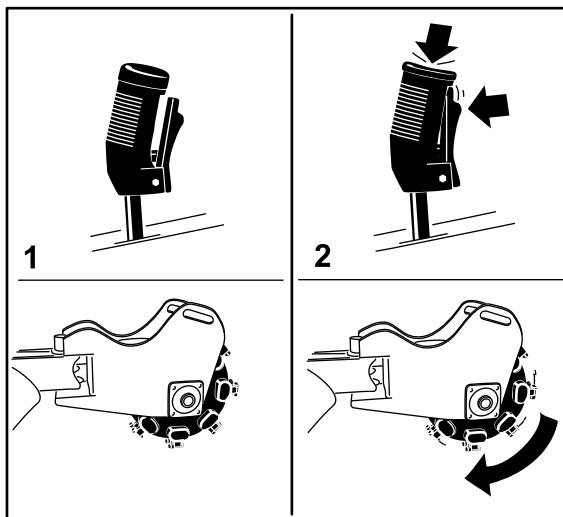

Figura 12
- Para iniciar o triturador (Figura 12), prima o botão vermelho na parte superior da alavanca, depois pressione o gatilho. Assim que o triturador tiver iniciado, pode soltar o botão vermelho.
- Para parar o triturador (Figura 12), solte o gatilho durante mais de meio segundo.